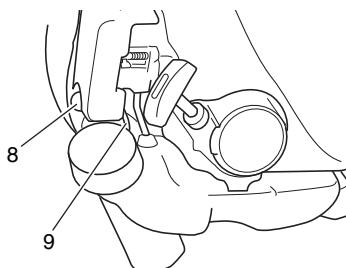

Fig. 5
* Pressez la poire de la pompe d'amorçage (8) à plusieurs reprises pour que le carburant puisse s'écouler par la poire ou par le tuyau de retour (9). (Fig. 5)